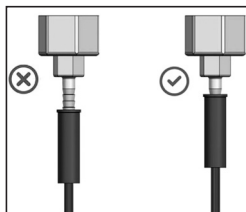

Fig. 1
2. Brancher le/les raccord/s A et B pour l'alimentation en oxygène du/des débitmètre/s (voir figure 1). Vérifier les raccordements des tuyaux avant de commencer le traitement par administration des gaz.